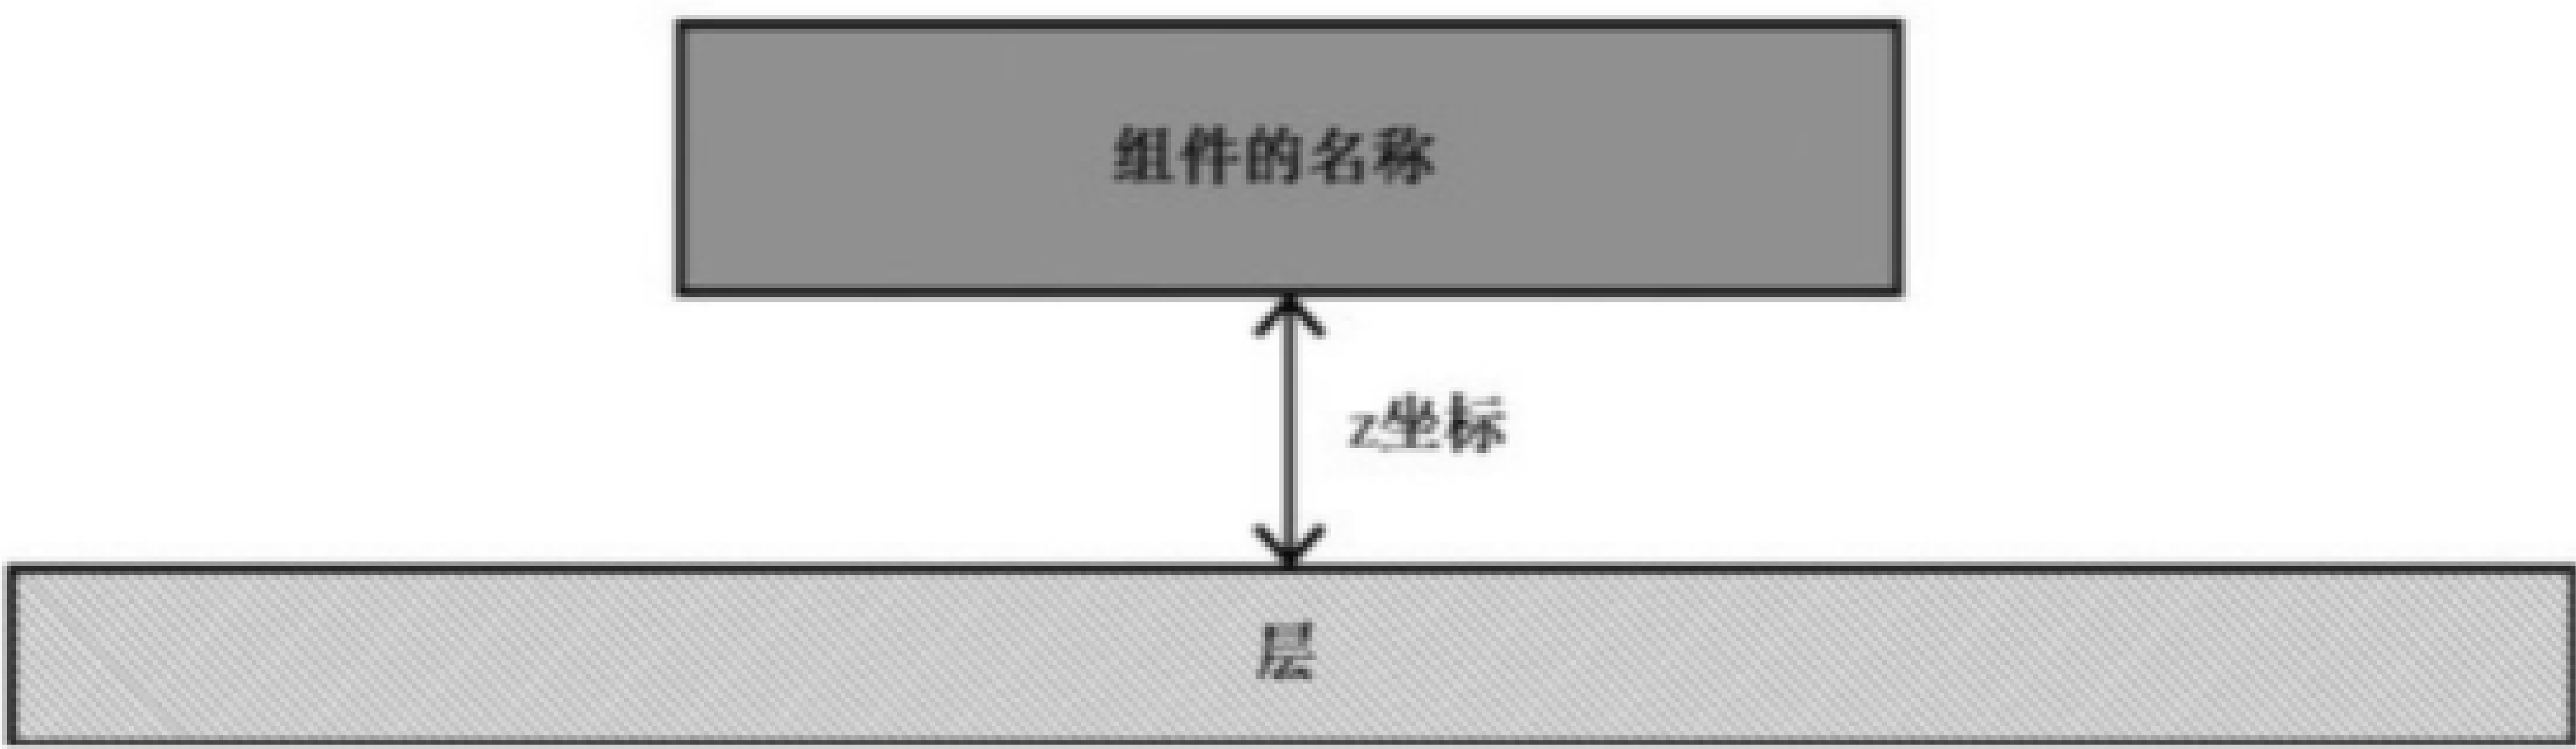

图 49 组件 z 坐标示意图
- g) z:此属性定义组件的 z 坐标,即组件从顶层起始的高度,如图 49 所示,如果未指定此属性,则将零设置为默认值。坐标的单位由⟨unit⟩语句中的⟨distance⟩语句定义。